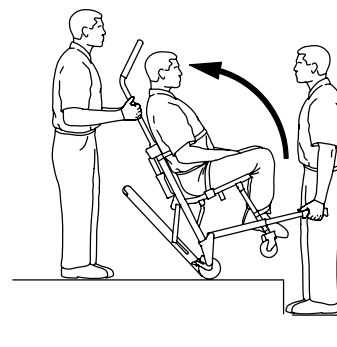

Figura 9 – Inclinación de la silla
6. Operador del extremo de la cabeza: Vuelva a inclinar la silla lo suficiente como para permitir que el sistema **Stair-TREAD** contacte con el suelo (Figura 9).